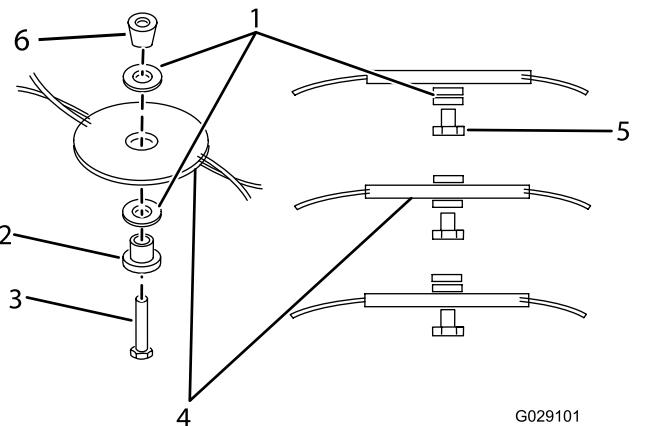

Figura 13
5. Reposicione os espaçadores à altura desejada e, em seguida, volte a instalar o disco de corte (Figura 13).